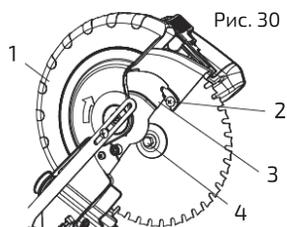
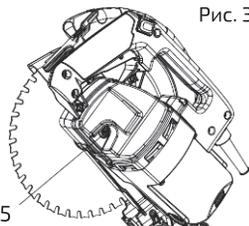
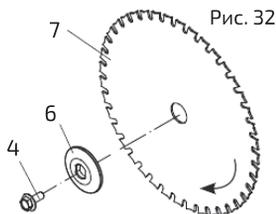

Рис. 30
Рис. 31
Рис. 32
2. Дождаться, пока дисковый узел поднимется в вертикальное положение. Поднять нижний щиток диска (1) в верхнее положение (рис. 30).
3. Открутить винт кожуха (2) с помощью крестовой отвертки.
4. Повернуть кожух (3) в направлении задней части пилы, чтобы открыть болт шпинделя (4).
5. Поместить ключ диска на болт шпинделя (4).
6. Найти блокиратор шпинделя (5) на двигателе, под рукояткой переключателя (рис. 31).
7. Надавить на блокиратор шпинделя (5), удерживая его и одновременно поворачивая гаечный ключ диска по часовой стрелке. Блокиратор шпинделя (5) зацепится после поворота гаечного ключа. Продолжая удерживать блокиратор шпинделя зацепленным, поворачивать гаечный ключ по часовой стрелке, чтобы открутить болт шпинделя (4).
8. Снять болт шпинделя (4), наружный воротник диска (6) и сам диск (7). Не следует снимать внутренний воротник диска (рис. 32).
2. Установить режущий диск (7) на шпindelь, затем установить наружный воротник диска (6). Закрыть болт шпindelя (4), вращая против часовой стрелки (рис. 32).
3. Поместить ключ диска на болт шпindelя (4).
4. Надавить на блокиратор шпindelя (5), удерживая его и одновременно поворачивая гаечный ключ диска против часовой стрелки. После срабатывания блокиратора шпindelя продолжать нажимать на него, пока болт шпindelя не будет надежно зафиксирован (см. рис. 31).
5. Поворачивать защитную пластину (3) обратно в исходное положение до тех пор, пока отверстие в пластине не совпадет с винтом (2) защитной пластины (см. рис. 30). Удерживая нижний щиток диска (1), затянуть винт при помощи крестовой отвертки.
6. Опустить щиток диска (1) и убедиться, что он не застревает.
7. Убедиться, что блокиратор шпindelя (5) не зажат и диск может свободно вращаться (см. рис. 31).